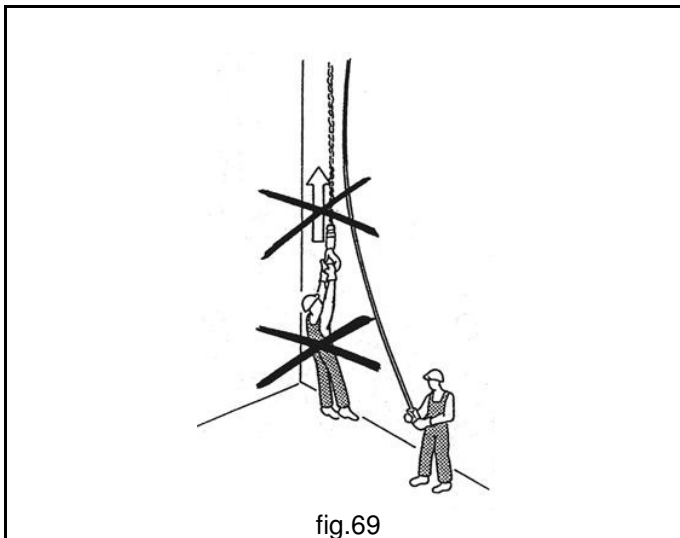

fig.69
- NUNCA** utilice el polipasto para la elevación y el transporte de personas (fig.69).